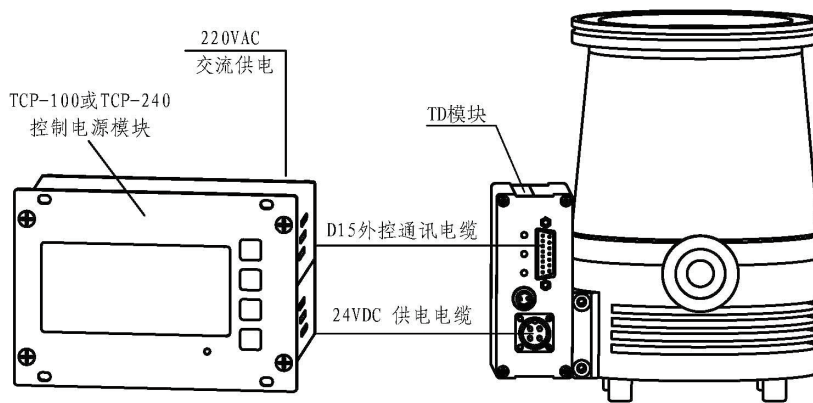

图 12 220VAC 供电方案
► **220VAC 供电方案**：客户选购 KYKY 标准分子泵产品（自带 TD 驱动模块）和 TCP 控制电源模块，然后提供 220VAC 供电即可实现对分子泵的所有操作和显示功能（见图 12）